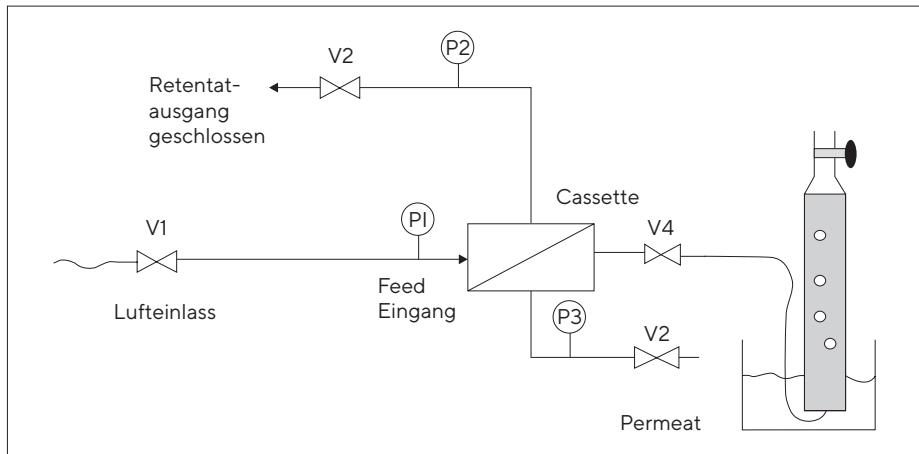

Abb. 4: Systemaufbau für manuellen Integritätstest V1-V3: Ventile; Pl: Manometer
4. Schließen Sie den unteren Permeatausgang (siehe Abb. 4).